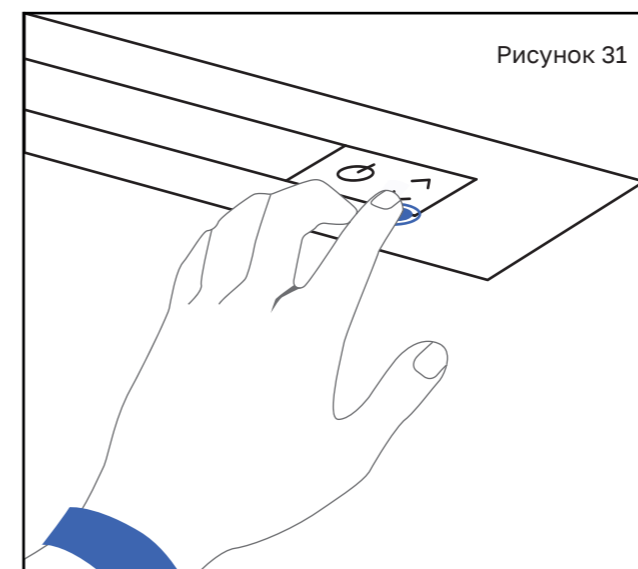

Рисунок 31
3. Установите высоту верхней кромки экрана по уровню верхней части столешницы. Для этого нажимайте лицевую кнопку для перемещения экрана вверх/вниз. Установите экран таким образом, чтобы его верхняя кромка была на одном уровне с верхней частью столешницы и верхней кромкой кнопочной панели. (Рисунок 31)